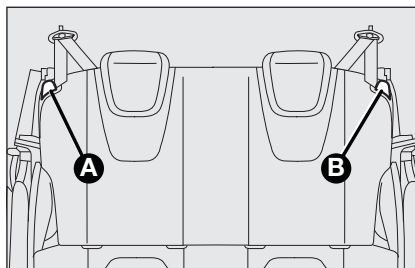

fig. 45
**AMPLIAMENTO DEL BAGAGLIAIO****Ampliamento parziale (50/50) (dove previsto) fig. 45**
- agire sulle levette **A** o **B**-fig. 45 per sbloccare rispettivamente la porzione sinistra o destra dello schienale e accompagnare lo schienale sul cuscino.
- agire sulle levette **A** e **B**-fig. 45 per sbloccare gli schienali e accompagnarli sul cuscino.